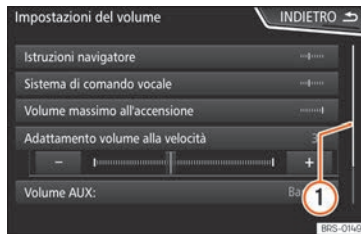

Fig. 178 Voci di un elenco di un menu di impostazioni.
La barra di scorrimento appare a destra e le sue dimensioni dipendono dal numero di voci dell'elenco » fig. 178 ①.